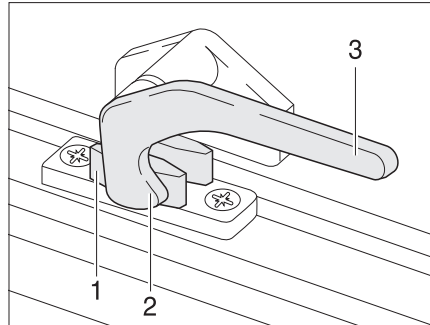

Figura 10 Palanca de bloqueo en la posición de "cerrado"
- Girar la palanca de bloqueo (Figura 10,3) un cuarto de vuelta hacia la mitad de la ventana.
- Girar la palanca de bloqueo (Figura 10,3) un cuarto de vuelta hacia el marco de la ventana. El saliente de bloqueo (Figura 10,2) se encuentra en la cara interior del bloqueo de la ventana (Figura 10,1).